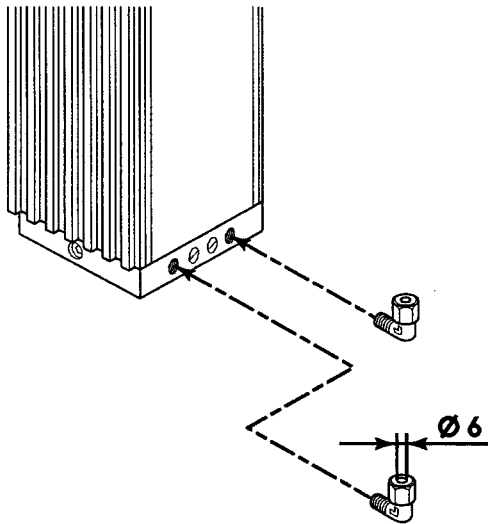

Fig. 1
- 3 Montare sulla centralina i raccordi contenuti nella confezione (fig. 1). Per garantire la perfetta tenuta, è opportuno applicare sui filetti nastro in teflon o altro sigillante adeguato.
- 3 Fit the connectors supplied in the kit on the hydraulic unit (fig. 1). To ensure a perfect seal use PTFE tape or similar sealing material on the connector threads.
- 3 Monter sur la centrale les raccords contenus dans l'emballage (fig.1). Pour garantir une étanchéité parfaite, il convient d'appliquer sur les filets du ruban en téflon ou de les enduire d'un scellant adéquat.
- 3 Die in Verpackung (Abb. 1) enthaltenen Anschlüsse auf das hydraulische Steuergerät einbauen. Zur einwandfreien Abdichtung Teflonband oder ein gleichwertiges Dichtmasse auf die Gewinde anbringen.
- 3 Montar en la centralita los empalmes que se encuentran en el embalaje (fig. 1). Para que la estanquidad sea absoluta, se recomienda aplicar cinta de teflón u otro sellador en las roscas.